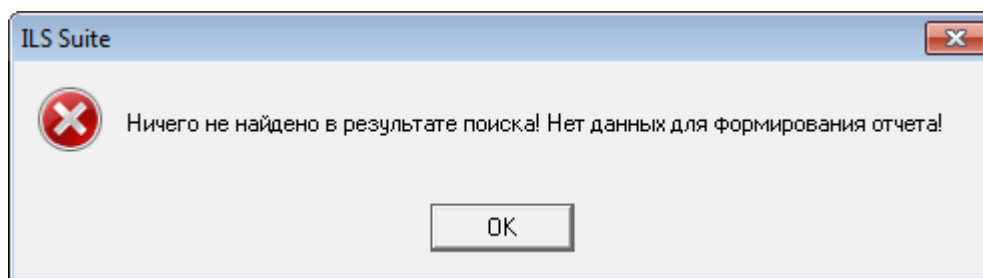

Рис. 27-30 – Информационное окно
9) В случае отображения информационного окна, приведенного на рис. 27-30, необходимо изменить заданные параметры. Для закрытия информационного окна нажать кнопку «ОК», затем изменить значения параметров в окне «Перечень выполненных работ за период» и повторно нажать кнопку «Печатать отчет».